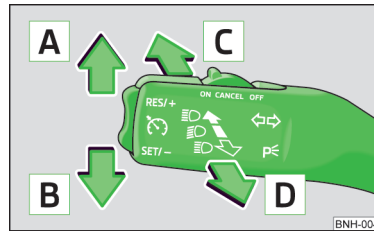

Abb. 21
- › Den Blinkerhebel » Abb. 21 zum Lenkrad ziehen und gleichzeitig nach unten schieben und in dieser Stellung halten.
- › Den Blinkerhebel » Abb. 21 zum Lenkrad ziehen und gleichzeitig nach oben schieben und in dieser Stellung halten.
- › Den Hebel » Abb. 21 nach oben bzw. nach unten drücken.
- › Den Hebel » Abb. 21 nach vorn in Pfeilrichtung drücken.
- › Den Hebel » Abb. 21 zum Lenkrad (gedeferte Stellung) in Pfeilrichtung ziehen.
- Den Blinkerhebel » Abb. 21 » Seite 36 nach oben bzw. nach unten drücken - das Standlicht auf der rechten bzw. linken Fahrzeugseite wird eingeschaltet.